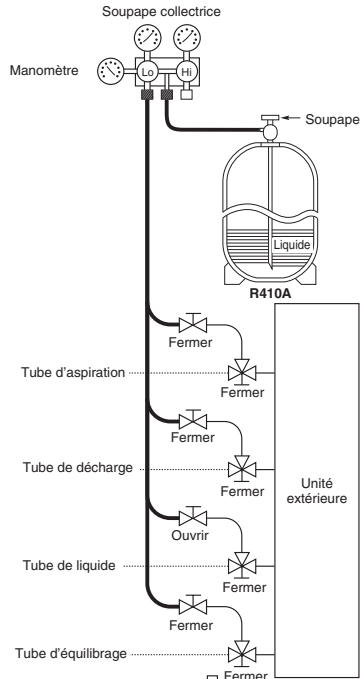

Fig. 6-5
- Charge de réfrigérant supplémentaire (calculée à partir de la longueur de tube de liquide comme indiqué à la partie 1-8 "Quantité de charge de réfrigérant supplémentaire") en utilisant le robinet de service de tube de liquide. (Fig. 6-5)